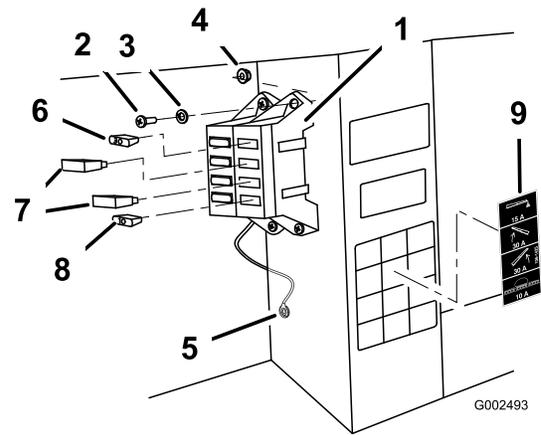

Bild 8
5. Schließen Sie das schwarze Erdkabel mit der Fächerscheibe an die bestehende 1/4 Zoll Schraube innen am Fahrzeugchassis an (Bild 8).
7. Bauen Sie den Sicherungsblock und den Kabelbaum neben dem bestehenden Sicherungsblock am Rahmen ein. Verwenden Sie zwei Schrauben (Nr. 10-24 x 3/4 Zoll) und zwei Sicherungsmuttern (Nr. 10-24), siehe Bild 8.
- A. Setzen Sie den 30 A Überlastungsschutz (2 Stück) in den linken und rechten Sicherungsschlitz des Auslegerhubs ein (Bild 8).
- B. Setzen Sie die 10 A Sicherung in den Stromsicherungsschlitz des Sprühsystems ein (Bild 8).